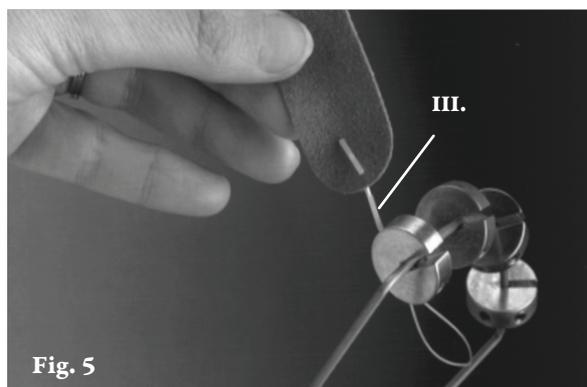
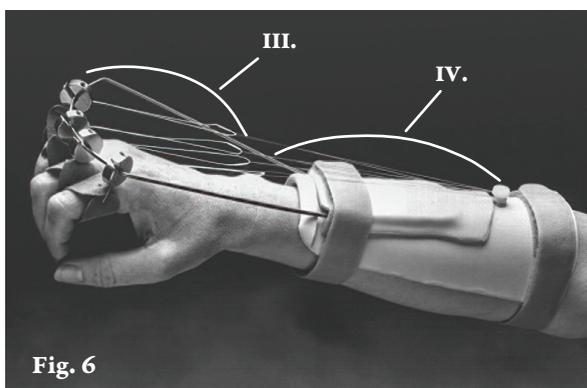

Fig. 5
Fig. 6
- 5) Plier les lignes en nylon (III.) des attelles de doigt avec liens et les enfiler par les poulies à fente. (Fig. 5)
- 6) Mettre le poignet en légère flexion et les MCP en position neutre pour assurer une tension correcte sur le monofilament. Découper quatre monofilaments ou lignes d'armature tressées (IV.) de 30 cm (12 po) de longueur. Attacher l'extrémité distale de chaque ligne sur la boucle des attelles de doigt avec liens (Fig. 5), à la fin de la double ligne en nylon. Utiliser les butoirs de ligne (NC22557) ou les connecteurs de ligne de l'armature (NC12494) pour créer des boucles d'extrémité pour fixer le monofilament. Attacher l'extrémité proximale des lignes à des lignes à la vis de serrage. Le fil de l'armature doit reposer à proximité de la main. (Fig.6)